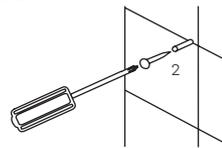

Figura 14.
4. Inserta los taquetes y los tornillos en donde irá colgada, más adelante, la placa de soporte (ver Figura 14).